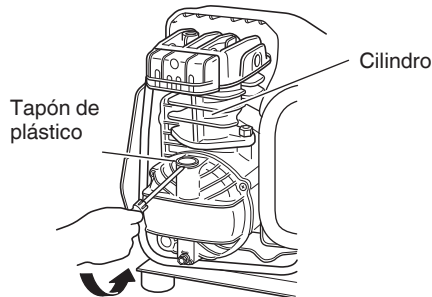

Fig. 4
6. Inserción del indicador y comprobación de nivel de aceite. Utilice un destornillador u otra herramienta similar para quitar el tapón de plástico de la parte inferior del cilindro (Fig. 4).